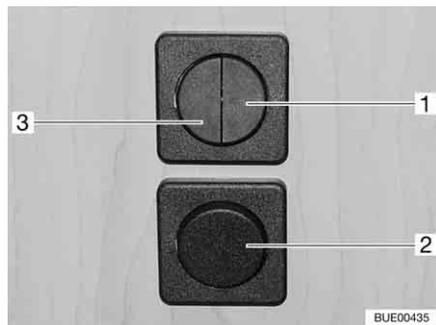
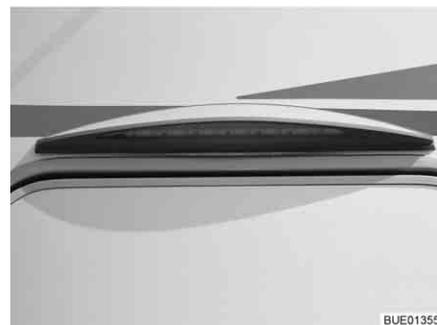

Bild 39 Lichtschalter
Bild 40 Vorzeltleuchte
- Sitzgruppenbeleuchtung (Bild 39,1)
- Vorzeltleuchte (Bild 39,2 und Bild 39,3)
- ▷ Bei Modellen ohne den Lichtschalter (Bild 39,2) wird die Vorzeltleuchte (Bild 40) über den Wippschalter (Bild 39,3) ein- oder ausgeschaltet.